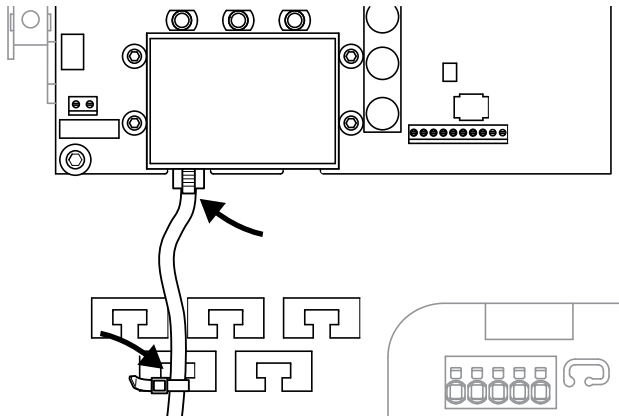

Bild 35: Fastsättning av kabel på kabelstödet
1. Sätt fast alla kablar korrekt med buntband på kabelstödet. **Bild 35**